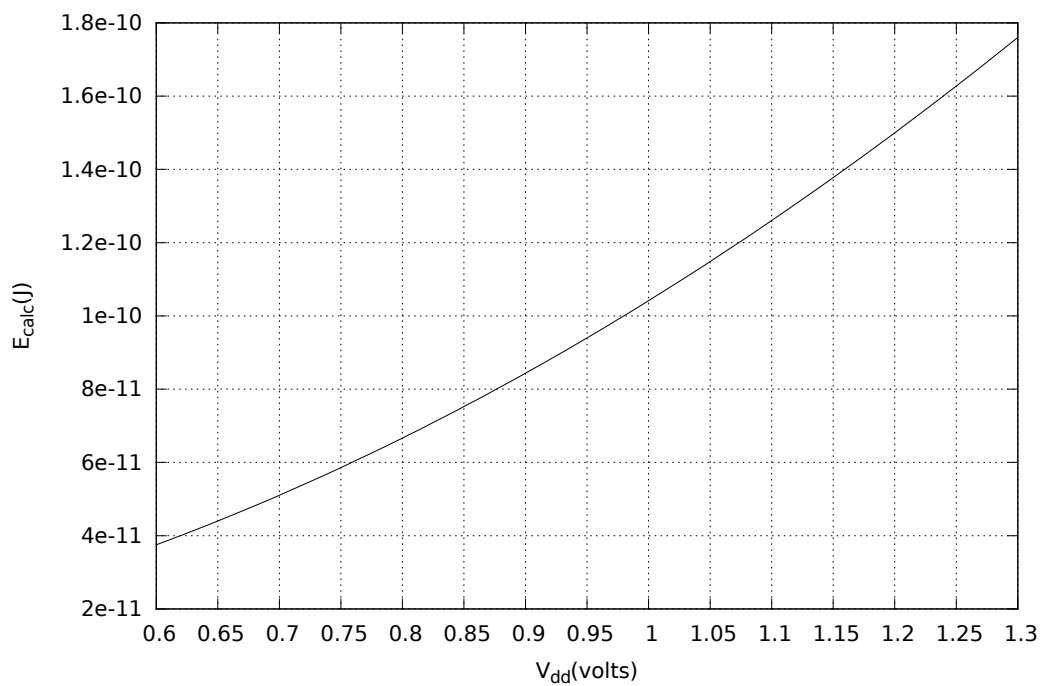

Figure 4 – Energie consommée par calcul de la fonction F
- L'énergie consommée par calcul E_{calc} en fonction de la tension d'alimentation V_{dd} (voir **figure 4**)